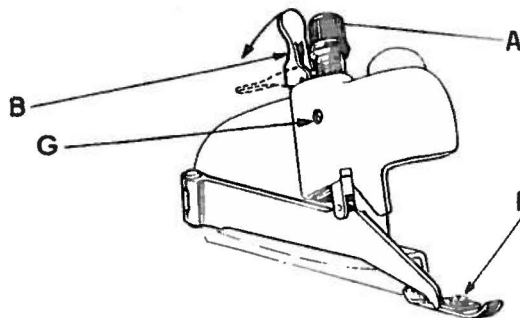

fig. 19
b) Cambio Ago (fig.19)
c) Posizionamento e regolazione pressione del piedino (fig.19)